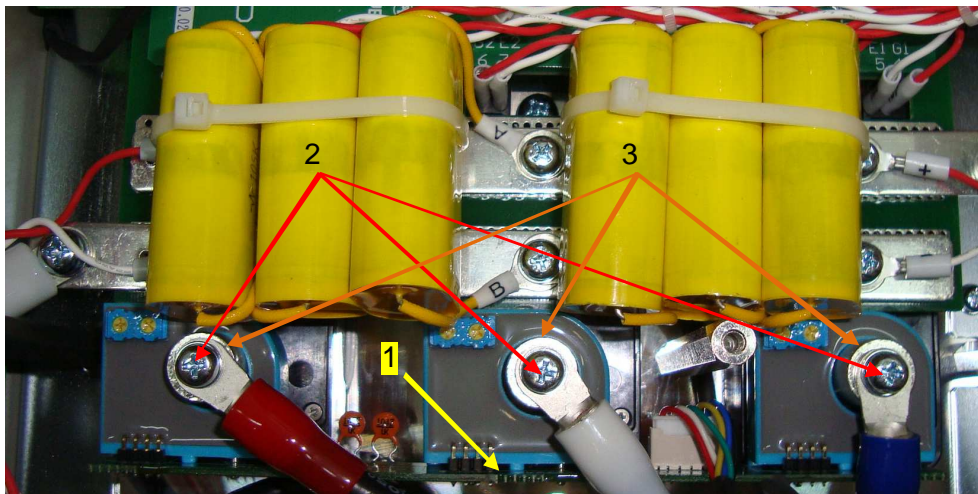

Рисунок 6.25
6.10.2 Выкрутить три винта 2 (рисунок 6.25). Положить винты в тару.
6.10.3 Отвести наконечники проводов, снять втулки 3 (рисунок 6.25). Положить втулки в тару.